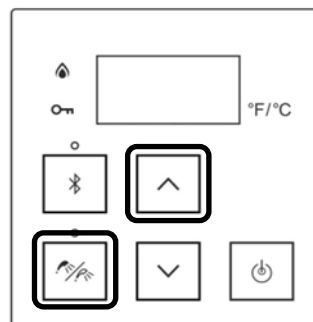

Figure 62
1. Pour verrouiller le thermostat intégré, maintenir enfoncée la touche « Priority » (priorité) (figure 62).
2. Tout en maintenant la touche « Priority » enfoncée, appuyer sur la touche fléchée vers le haut (figure 62) jusqu'à ce qu'un bip se fasse entendre (après environ 5 secondes). Ensuite, relâcher simultanément les deux touches.